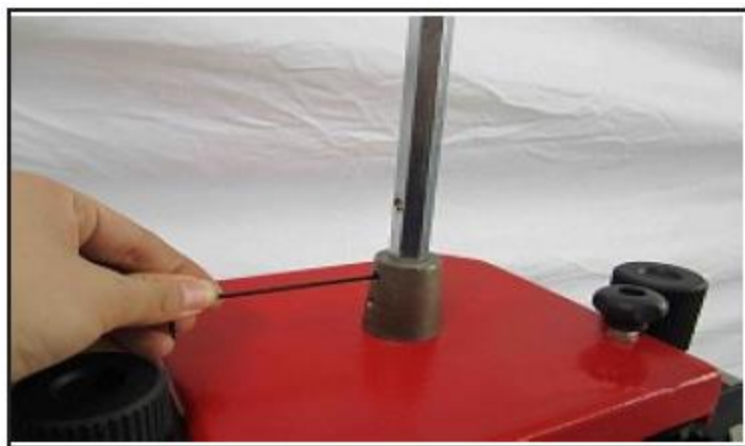

Рис. 11. Установке вертикальной штанги IV
3. Вставить в гнездо шестигранную штангу, затянуть два установочных винта для ее закрепления, *Рис. 11*.